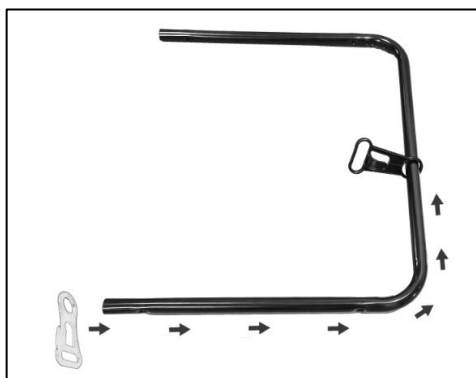

Fig. 3
- Passare il contenitore prolunga (16) lungo il tubo centrale (14) portandolo in posizione centrale. (Fig.3)